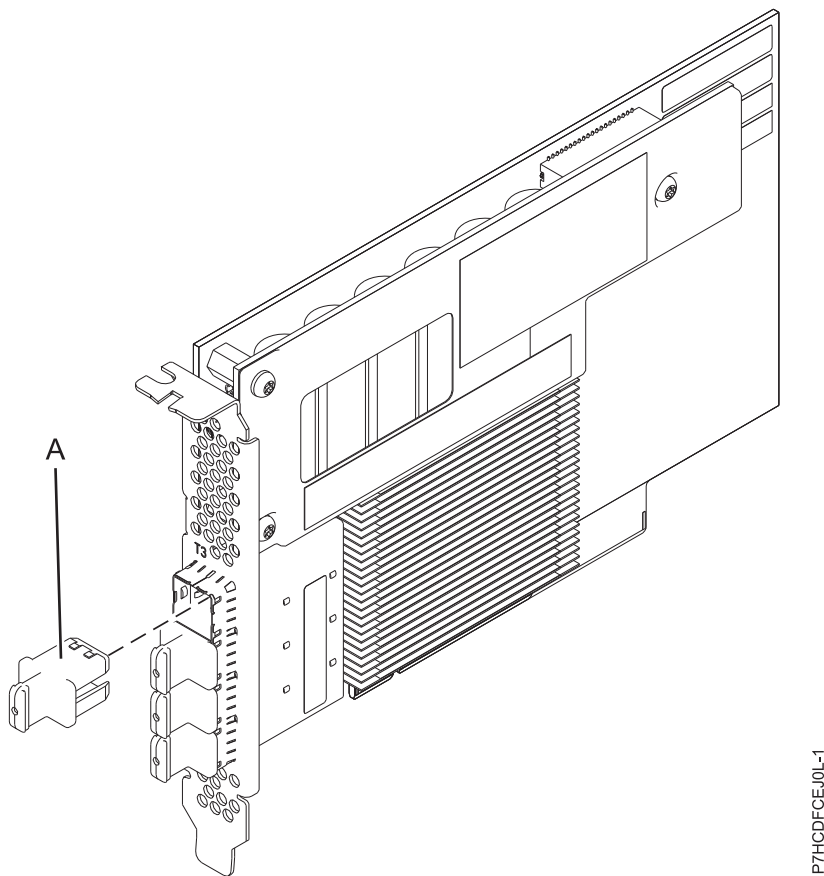

図 16. PCIe3 12 GB キャッシュ RAID SAS 6 Gb アダプター
46 ページの図 16 は、PCIe3 12 GB キャッシュ RAID SAS クワッド・ポート 6 Gb アダプターを示しています。コネクタ・プラグ (A) は、空白ポートに取り付けて、隣接したポート・コネクタのケーブルが差し込まれたり取り外されたりした場合のそのポートの損傷を防ぎます。
FC EJ0L は、シングル幅、フルハイトの short アダプターです。図 16 は、FC EJ0L アダプターを示しています。すべての FC EJ0L は、SAS RAID アダプターとペアになっているこのサーバーまたは別のサーバー上に、別の FC EJ0L を必要とし、キャッシュ機能およびその他のマルチイニシエーター高可用性 (デュアル・ストレージ IOA) 機能を使用できるようにします。